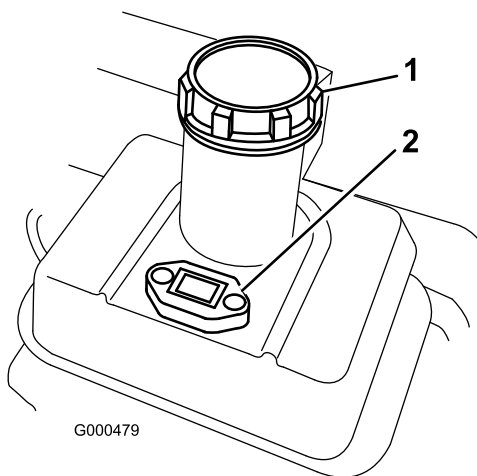

図 13
1. 燃料キャップ（図 13）の周囲をきれいに拭いてキャップ外す。